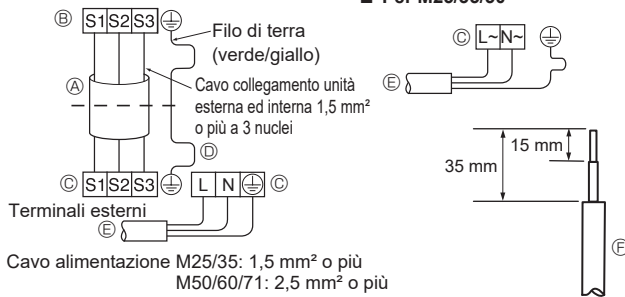
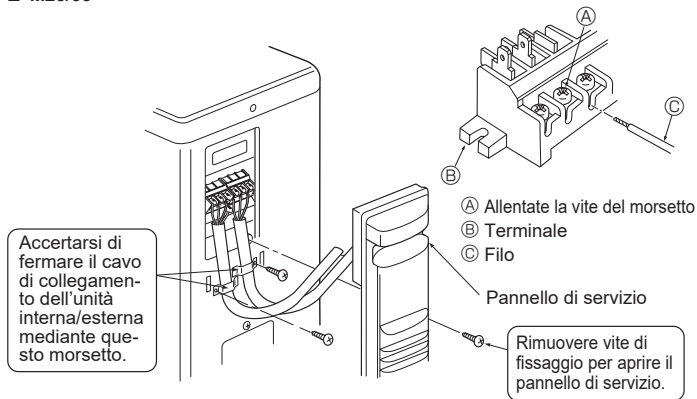
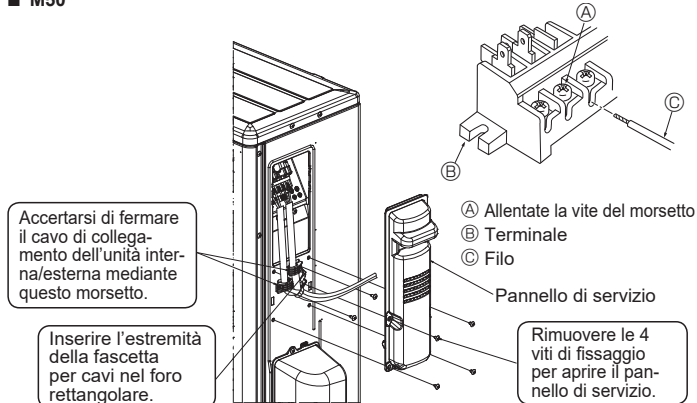
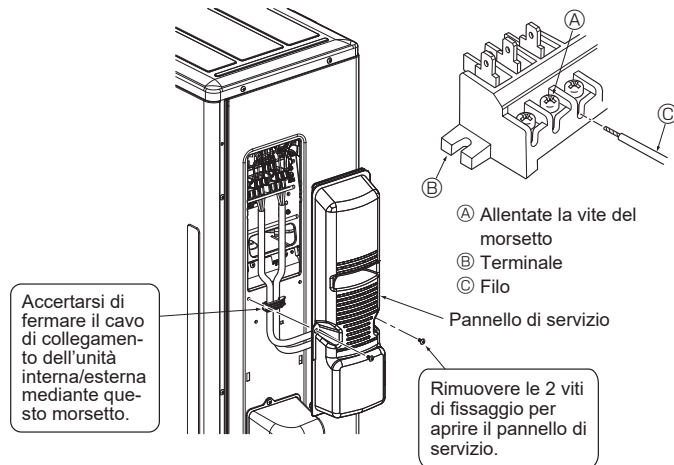

Fig. 6-2
Fig. 6-3
Fig. 6-4
Fig. 6-5
6.1. Unità esterna (Fig. 6-1, Fig. 6-2, Fig. 6-3, Fig. 6-4, Fig. 6-5)
- ① Rimuovere il pannello di servizio.
- ② Collegare i cavi facendo riferimento alla Fig. 6-1, Fig. 6-2, Fig. 6-3, Fig. 6-4 e Fig. 6-5.
- Eseguire i collegamenti elettrici seguendo lo schema ripreso qui sotto a sinistra (Procurarsi il cavo localmente). (Fig. 6-2)
- (A) Cavo di collegamento
- (B) Terminali interna
- (C) Terminali esterna
- (D) Installare sempre un filo di terra più lungo degli altri cavi.
- (E) Cavo di alimentazione
- (F) Filo